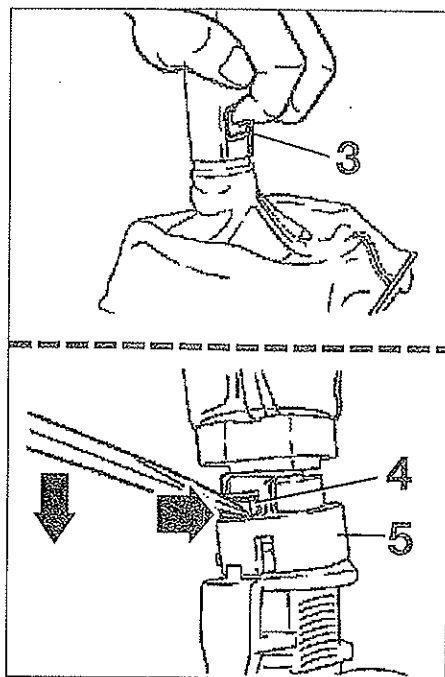
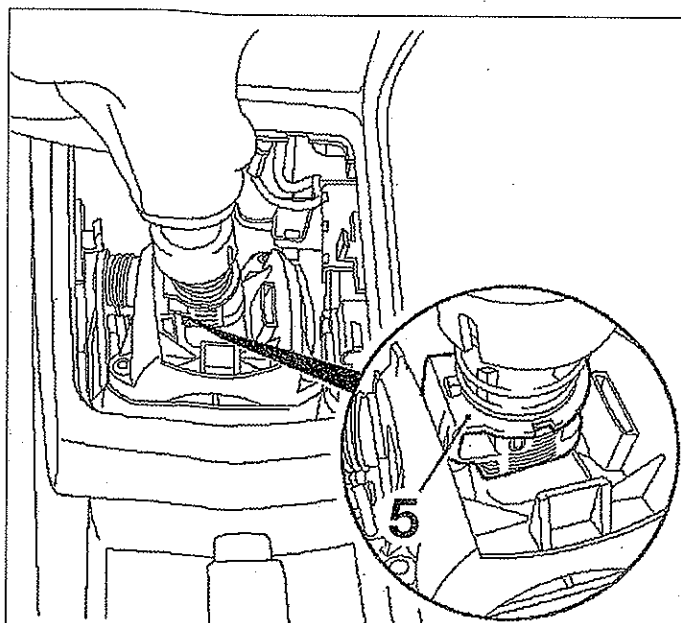

FIG. 13
FIG. 14
- Presionar el botón de bloqueo (3) de marcha atrás de la palanca de velocidades (fig. 13).
- Al mismo tiempo, presionar con precaución sobre los clips (4) del anillo de paso (5) con un destornillador (fig. 13).
- Descender el anillo (5) de bloqueo con el muelle.
- Fijar la palanca de velocidades sobre su soporte con el anillo (5) (fig. 14).
- tirar de la palanca de mando de la caja de velocidades y desmontar el pasador (6).
- extraer el anillo (5) de su soporte (fig. 14).
- empujar el anillo (5) y clipearlo en su posición de origen debajo del pomo.